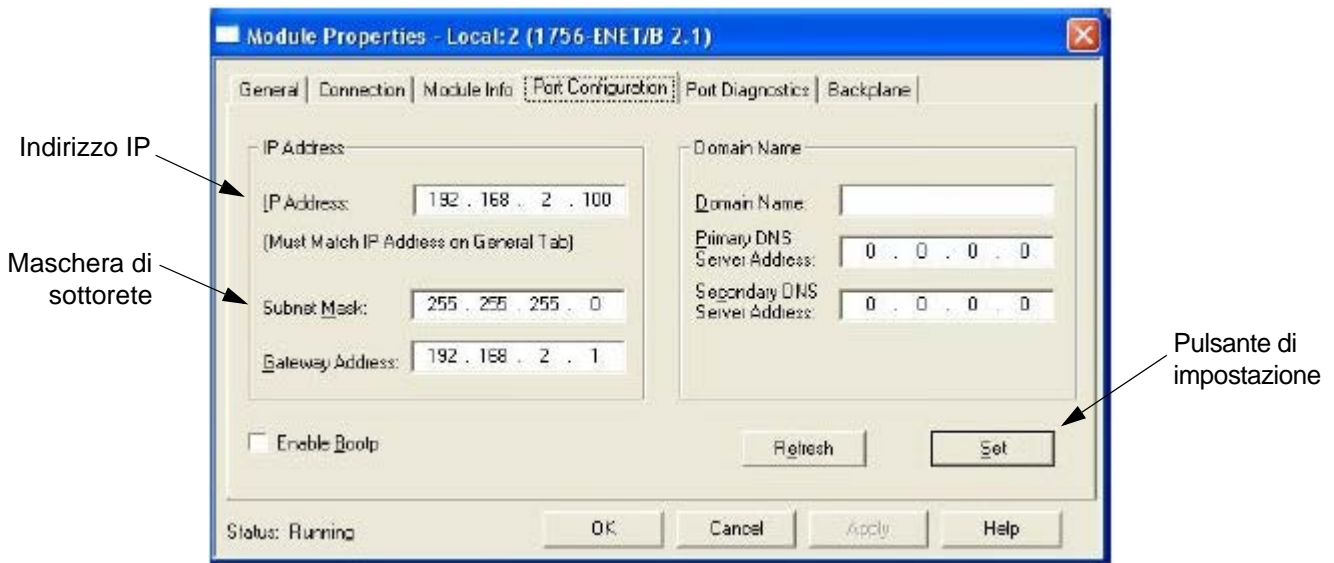

FIG.71. Finestra di configurazione della porta
- h. Selezionare la scheda Port Configuration dalla finestra Module Properties. Vedere la FIG.71.